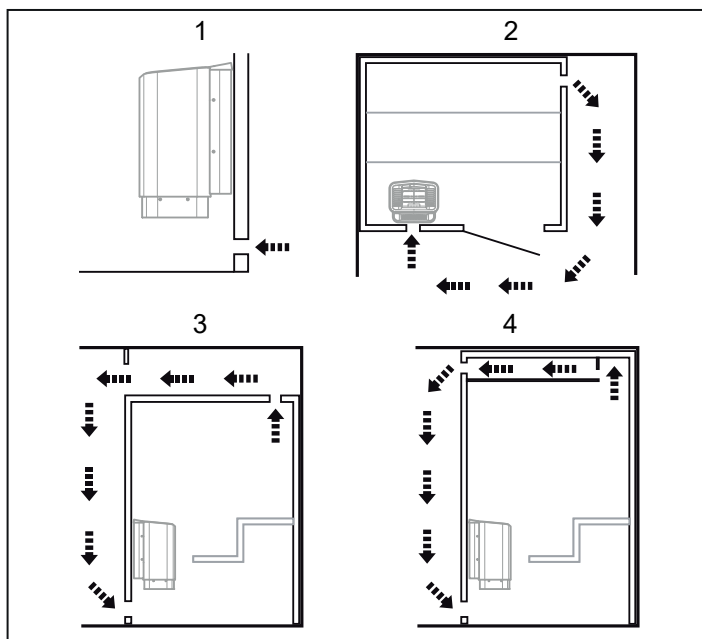

Fig 7: In- och utluftventilens placering
- med maximalt avstånd till inluftventilen, t.ex. i diagonal (se Fig 7).
- högt på väggen eller i taket (se Fig 7).